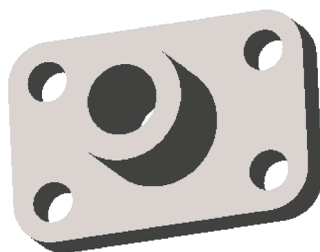

图 7-27 复制和粘贴实体特征
STEP 06 单击“完成”按钮, 即可复制与粘贴实体特征, 效果如图 7-27 所示。